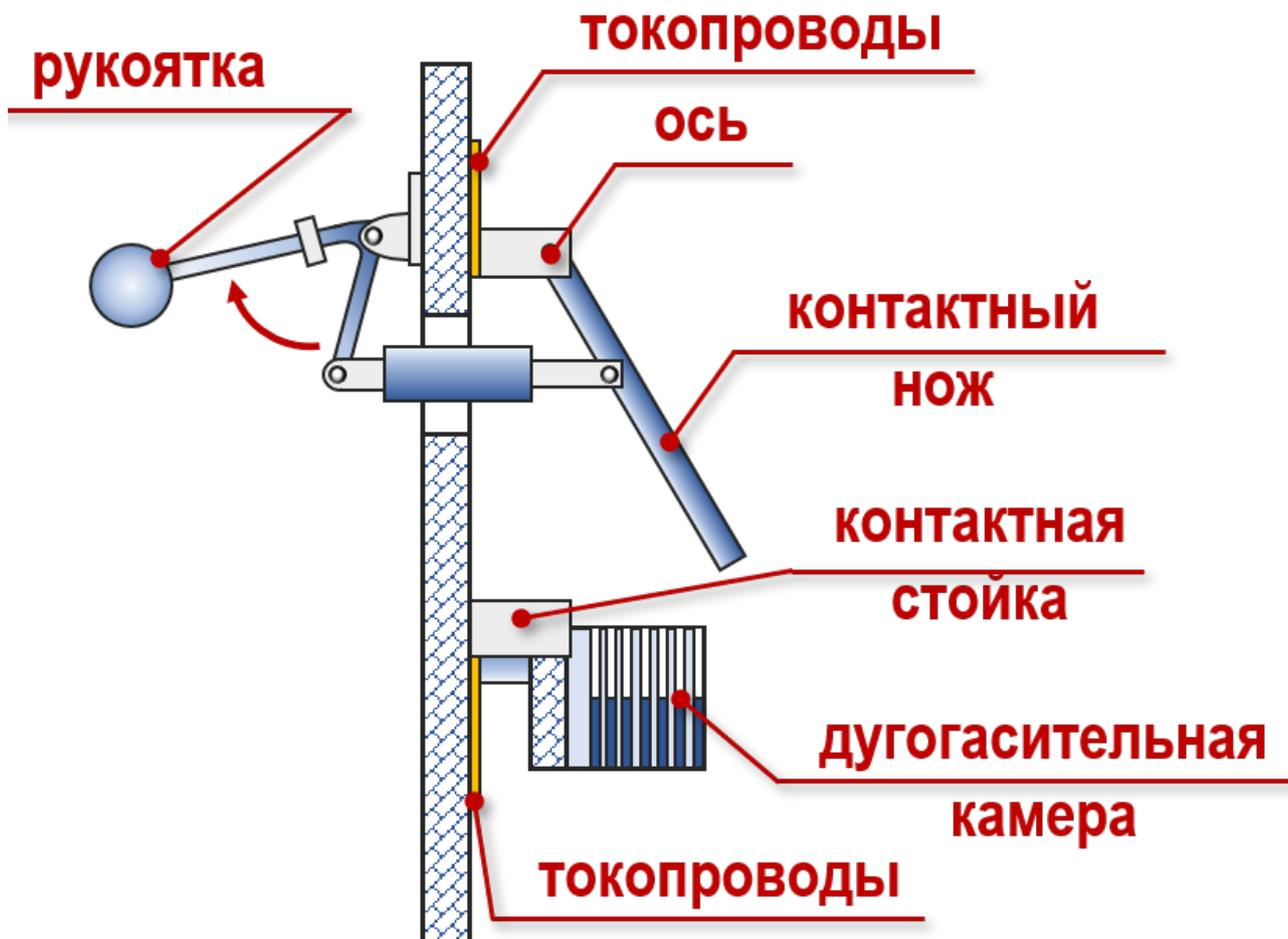

Рис. 3. Устройство рубильника
**Устройство:** приведено на рисунке (см. Рис. 3).
**Принцип действия:** при включении главные ножи (см. Рис. 3), которые шарнирно поворачивается в нижнем контакте, входит в верхний неподвижный контакт. В момент отключения из верхних контактов выходят сначала главные ножи, затем под действием пружин быстро отключаются разрывные ножи и размыкают цепь.